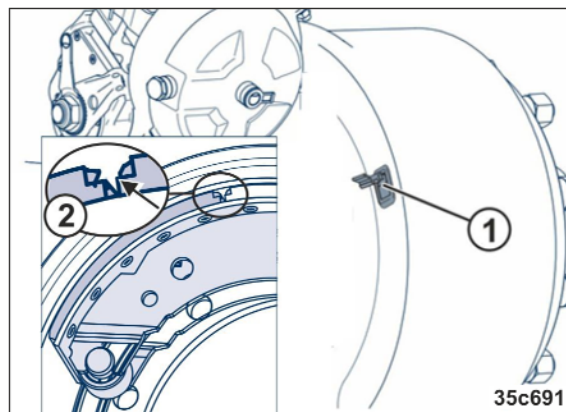

Fig. 323
Pentru verificarea grosimii garniturii de frână, deschideți orificiul furtunului (Fig. 323/1) prin rabatarea deschis a eclisei de cauciuc.
- S-a ajuns la muchia de uzură (Fig. 323/2).